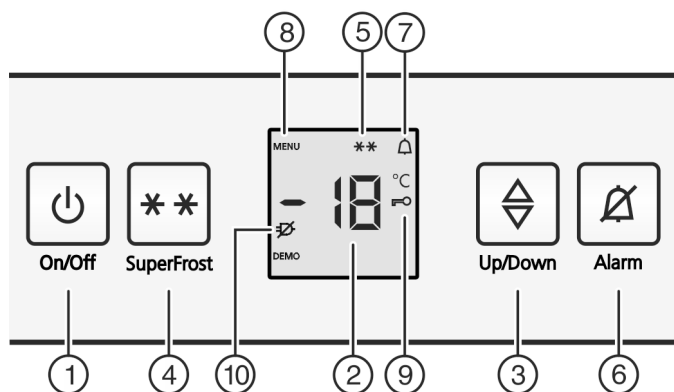

Fig. 2
- ▶ Nyomja meg az On/Off gombot Fig. 2 (1).
- ▶ Beállítási mód aktiválása: Nyomja meg a SuperFrost gombot Fig. 2 (4) kb. 5 másodpercre.
- ▷ A kijelzőn megjelenik a Menü ikon Fig. 2 (8).
- ▶ A SuperFrost billentyűvel Fig. 2 (4) röviden nyugtázza.
- ▷ A gyermekbiztosítás ikon Fig. 2 (9) világít a kijelzőn.
- ▶ Röviden nyomja meg az On/Off gombot Fig. 2 (1).
- ▷ A gyermekbiztosítás ikon Fig. 2 (9) kialszik.
- ▶ Nyomja meg a riasztás gombot Fig. 2 (6).
Egyidejűleg villog a hőmérsékletkijelző és a riasztás ikon Fig. 2 (7).
A figyelmeztető hangjelzés automatikusan elnémul, a riasztás ikon Fig. 2 (7) eltűnik és a hőmérsékletkijelző is abbahagyja a villogást, mikor a hőmérséklet újra elégé alacsony.